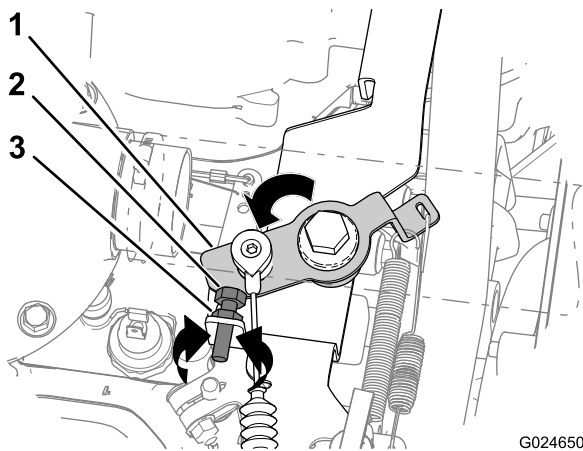
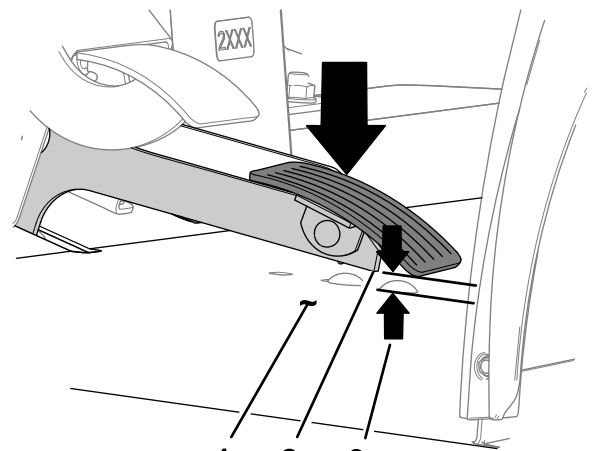

図 85
図 86
2. 手で、ベルクランクを高速アイドルストップまで動かす 図 85。
- A. 高速アイドルストップを固定しているジャムナットをゆるめる 図 85。
- エンジン速度を下げたい場合には右回り 図 85。
- エンジン速度を上げたい場合には左回り 図 85。
- C. ジャムナットを締める 図 85。
- D. ベルクランクを高速アイドルストップまで動かす 図 85。
3. アクセルペダルと、ペダル下の床面 図 86 との間の距離が 6.35 mm よりも大きかったり小さかったりする場合には、ベルクランクを高速アイドルストップ位置に保持した状態で、以下の調整を行う 図 85
1. ベルクランクを高速アイドルストップまで動かし、その位置に保持する 図 85。
2. アクセルペダルと、ペダル下の床との間の距離を測定する 図 86。